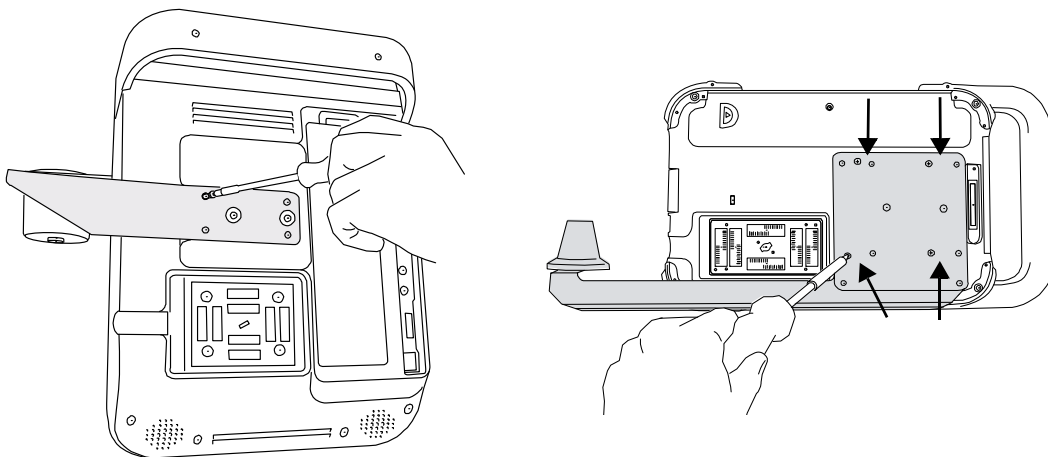

Abbildung 2 Schrauben am Schallkopfhalter anziehen: S Series (links) und NanoMaxx (rechts)
- 2 Ziehen Sie die vier Schrauben mithilfe eines Kreuzschlitzschraubendrehers an. Siehe Abbildung 2.
- ❖ Lösen Sie mithilfe eines Kreuzschlitzschraubendrehers die vier Schrauben an der Rückseite des Schallkopfhalters. Siehe **Abbildung 2**.